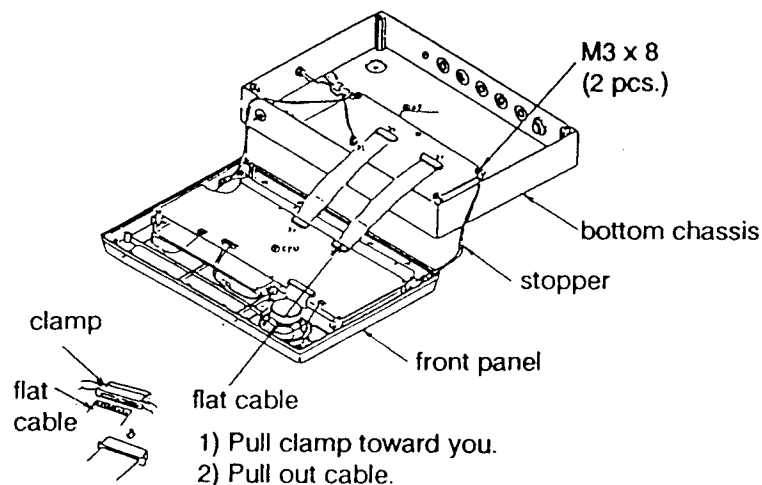

Рисунок 3-8 Разделение Верхнего и Нижнего Шасси
2. Отделите нижнее шасси от верхнего, отдав два ограничителя и два ленточных кабеля, показанных на Рис. 3-8.